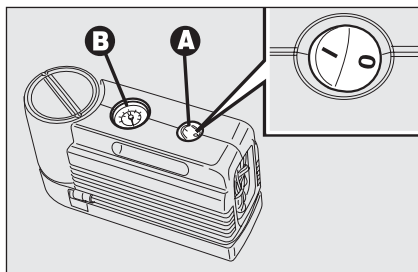
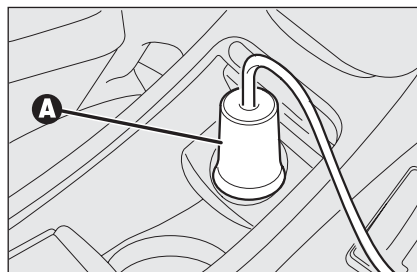

fig. 19
fig. 20
- ☐ asegúrese de que el interruptor **A-fig. 19** del compresor esté en posición **0** (apagado), ponga en marcha el motor, enchufe la clavija **A-fig. 20** en la toma de corriente / encendedor en el túnel anterior y accione el compresor llevando el interruptor **A-fig. 19** a la posición **I** (encendido);
- ☐ infle el neumático hasta la presión prescrita en el apartado "Ruedas" en el capítulo "Datos Técnicos". Para obtener una lectura más precisa, se aconseja controlar el valor de la presión en el manómetro **B-fig. 19** con el compresor apagado;